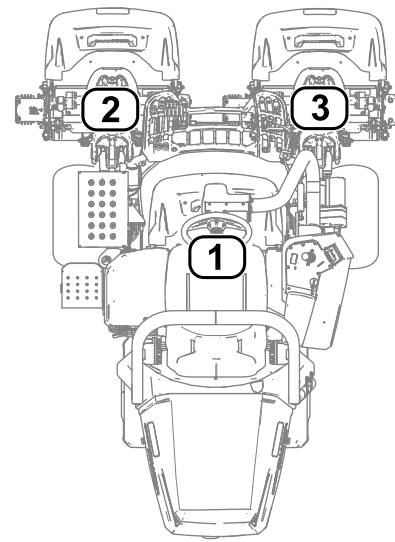

Bild 28
- **1** bezieht sich auf das mittlere Mähwerk (Bild 28)
- **2** bezieht sich auf das vordere linke Mähwerk (Bild 28)
- **3** bezieht sich auf das vordere rechte Mähwerk (Bild 28)